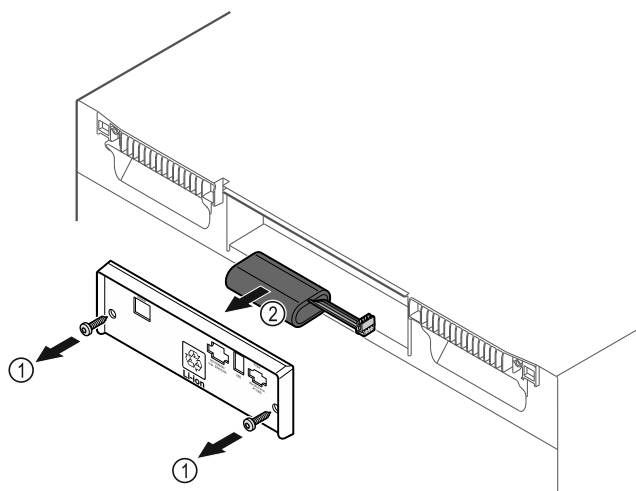

Fig. 215
- ▶ Svitare le viti e rimuovere il coperchio sul retro dell'apparecchiatura Fig. 215 (1).
- ▶ Scollegare e rimuovere la batteria Fig. 215 (2).